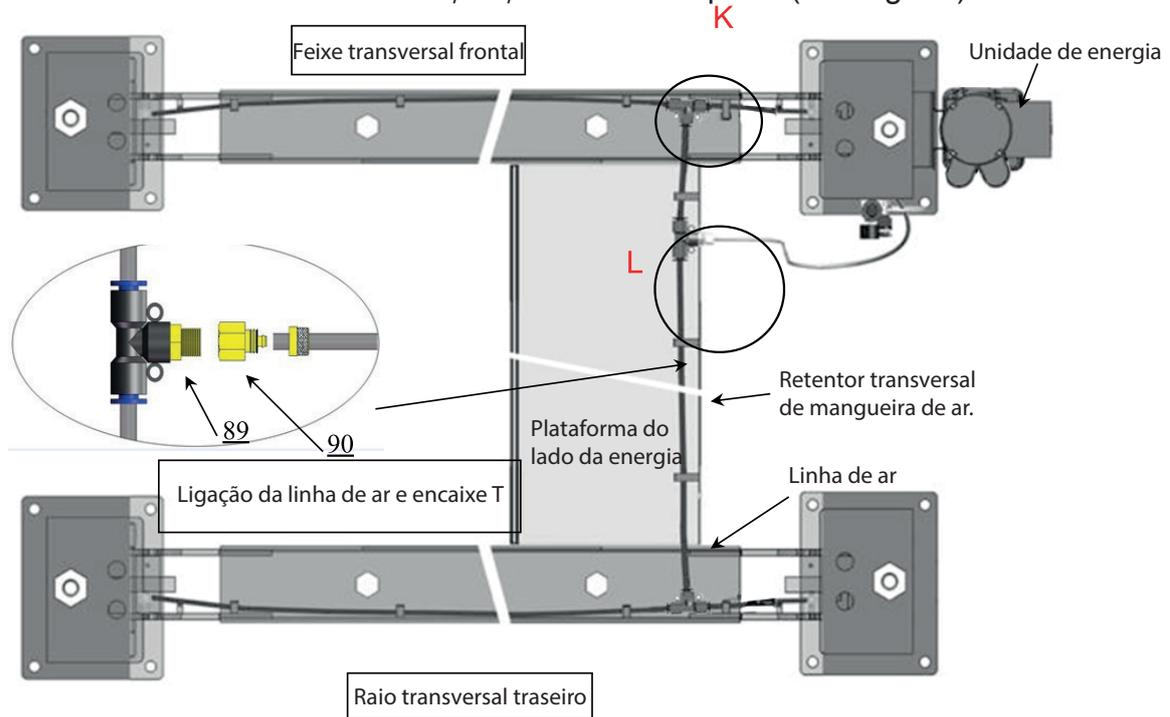

Fig.25
1. Ligar o sistema de linha de ar frontal e traseira usando $\phi 6 \times \phi 4$ linha de ar preta (Ver Fig. 25).